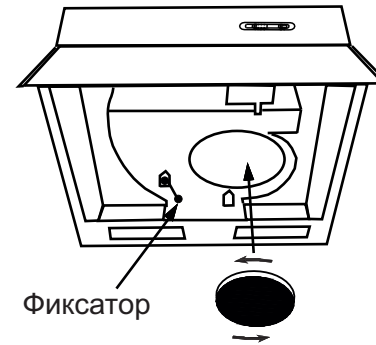

РИС. 6
- фиксатор (рис. 6) должен находиться в положении вытяжка (положение "А").
- установите угольный фильтр (рис. 6),
- установите фиксатор на букву "F"-Фильтрация" (рис. 6).
- зафиксируйте переходник в верхнем положении (рис. 6);